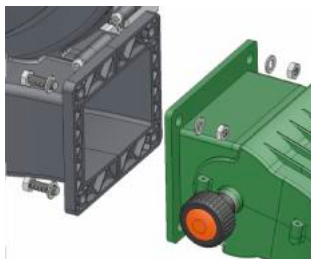

FIGURA 7
2. Fissare il diffusore (o altro accessorio) alla bocca di mandata utilizzando n°4 viti TE M6 UNI EN 24017, n°4 dadi M6 UNI EN 24032, n°8 rondelle Ø6 UNI 6592 (bulloneria fornita con i diffusori). Serrare le viti con coppia massima di 8Nm (FIGURA 7);